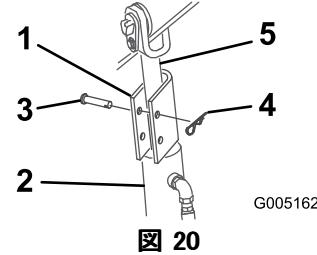

図 20
4. ローダームアームのシリンダロックを各昇降シリンドロッドにはめる（図 20）。
5. 各ローダームアームのシリンダロックをクレビスピンとコッターピンで固定する（図 20）。